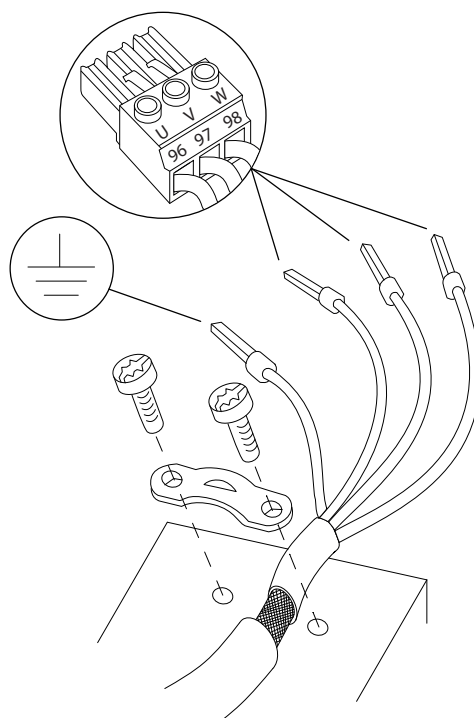

Bild 6.14 Motoranslutning
4. Anslut trefas motorkablarna till plint 96 (U), 97 (V) och 98 (W), se Bild 6.14.